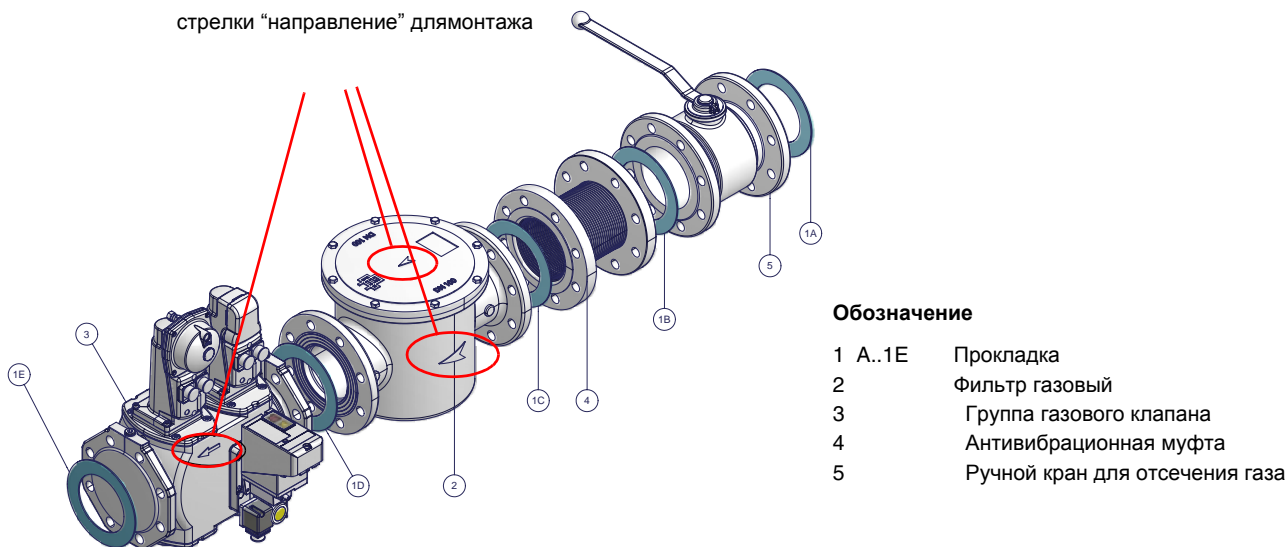

Рис. 5 - Пример газовой рампы
- 1-б) при фланцевых соединениях: между соседними компонентами устанавливать прокладку (Рис. 5), совместимую с используемым газом,
ВНИМАНИЕ: после монтажа газовой рампы согласно схеме на Рис. 5., необходимо провести тестирование на герметичность газового контура, согласно требований действующих нормативов.